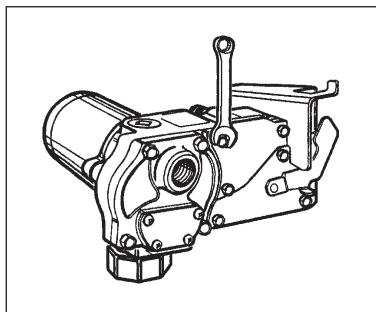

Figura 2
- Remova a tampa elétrica. (Figura 2) Cuidado para não danificar a junta.